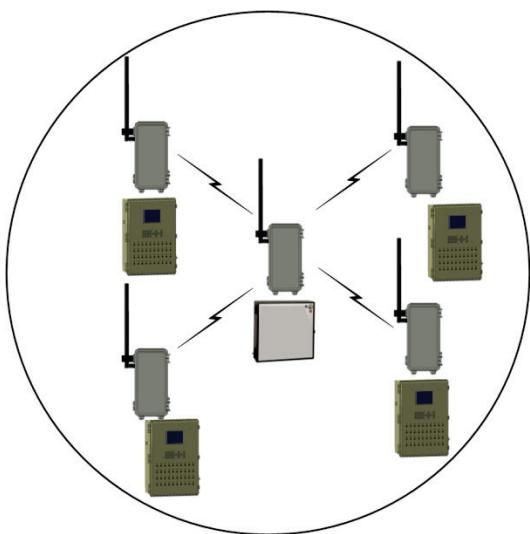

图20: 使用 8 dBi 天线
- 确保给 RLINK 的 C-RNET-485i 接口卡正确接地。见图 20 - 图 24.